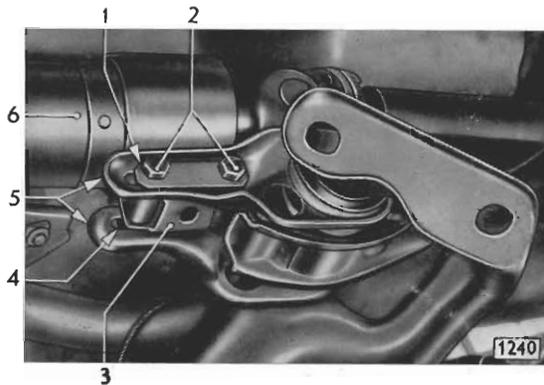

Bild 30 - Anschlußstücke des Hinterachsgelenkes am Halter des Stützrohres befestigt
11. Beide Schrauben (30/2) – Federringe – für Anschlußstücke (30/5) des Hinterachsgelenkes an Halter (30/3) des Stützrohres (30/6) aus Platte mit Schweißmuttern (30/4) herauserschrauben (Bild 30). Lochplatte (30/1) und Platte mit Schweißmuttern abnehmen.